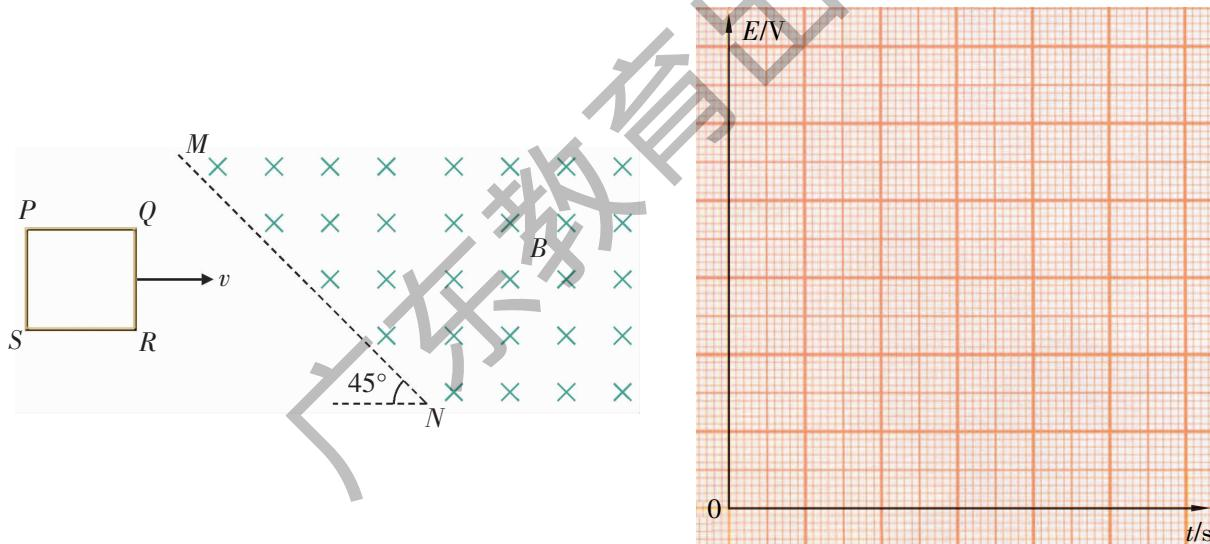

图 1-13
13. 如图 1-13 所示, $PQRS$ 为一边长为 L 、电阻为 R 的正方形导线框, 它以恒定速度 v 向右运动, 右边是以 MN 为边界的匀强磁场 B , 磁场方向垂直于线框平面, 边界 MN 与导线框的边成 45° 角.